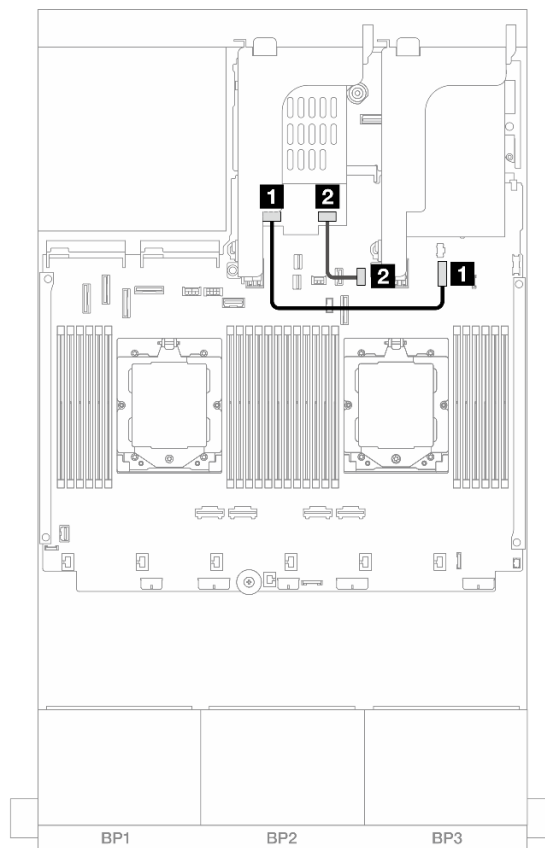

Figura 324. Roteamento de cabos SATA
- Figura 324 "Roteamento de cabos SATA" na página 376